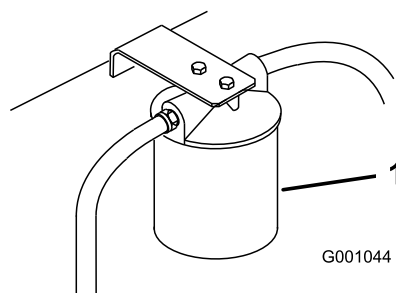

Figure 84
- Placez un bac de vidange sous le filtre, déposez le filtre usagé et essuyez la surface du joint de l'adaptateur (Figure 84).